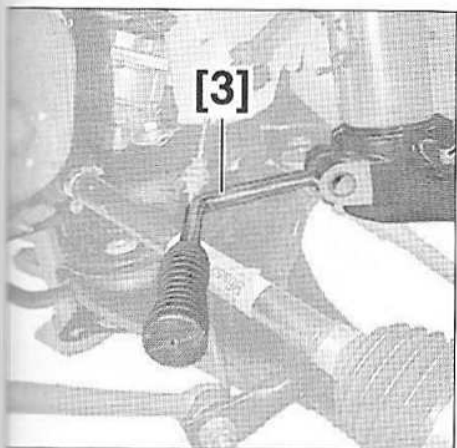

FIG.10
- Séparer l'élément de suspension du pivot, en introduisant l'outil [3] dans l'ouverture du pivot et en le tournant d'un quart de tour (Fig.10).